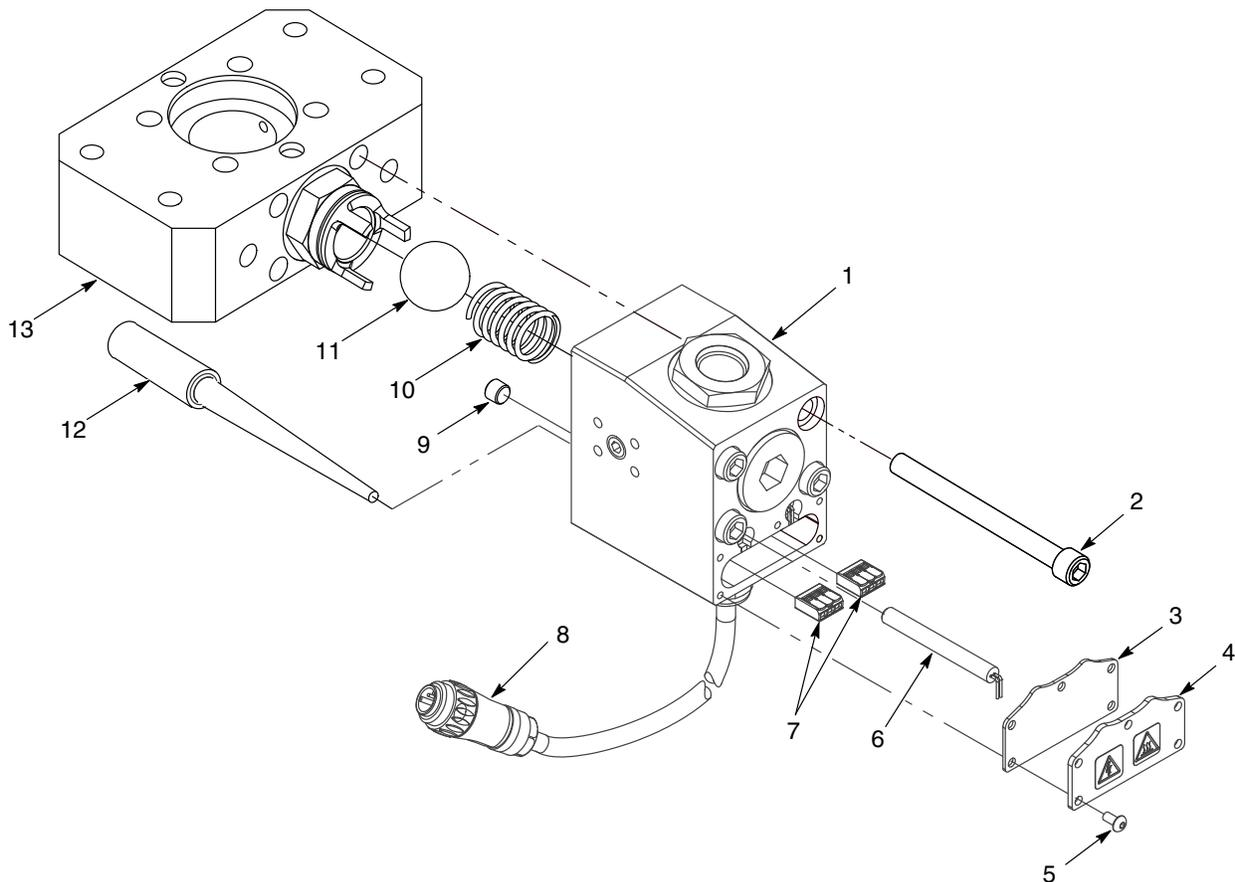

Figure 4 Remplacement d'une cartouche chauffante type (*distributeur à clapet anti-retour illustré*)
Voir la Figure 4.
2. Débrancher le connecteur du cordon (8) de la source d'alimentation.
**REMARQUE : Distributeurs à clapet anti-retour seulement :** Lors de la dépose d'un distributeur à clapet anti-retour de la section hydraulique, la bille (11) et le ressort (10) peuvent tomber. Le manipuler avec précaution pour éviter d'endommager ces pièces.
3. Retirer les vis (2) qui fixent le corps du distributeur (1) à la section hydraulique (13).
4. Retirer les vis (5) qui fixent le couvercle (4) et le joint plat (3) au corps du distributeur (1).
5. Tirer avec précaution les connecteurs à 3 fils (7) hors du corps du distributeur (1). Débrancher la cartouche chauffante (6) comme illustré à la Figure 4.
6. Retirer le bouchon de tube (9) de l'arrière du corps du distributeur (1).
7. Pousser la cartouche chauffante (6) par l'arrière hors du corps du distributeur à l'aide d'un poinçon (12). Retirer la cartouche chauffante.
1. Appliquer de la pâte thermique sur le diamètre extérieur de la cartouche chauffante (6) neuve et sur le diamètre intérieur du logement de la cartouche chauffante. Insérer la cartouche chauffante dans le corps du distributeur (1).
2. Rebrancher les fils de la cartouche chauffante (6) aux connecteurs à 3 fils (7) comme illustré dans la Figure 4. Insérer avec précaution les connecteurs à 3 fils dans le du corps du distributeur (1).
3. Remonter le joint plat (3) et le couvercle (4) à l'aide des vis (5). Serrer les vis à un couple de 60-75 in.-lb (6,8-8,5 N•m).
4. Remonter le corps du distributeur (1) sur la section hydraulique (13) :
- a. **Distributeurs à clapet anti-retour seulement :** Remonter le ressort (10) et la bille (11) s'ils ont chuté hors du corps lorsque le distributeur a été retiré de la section hydraulique.
- b. Appliquer du Never-Seez sur les filets des vis (2). Remonter le distributeur sur la section hydraulique à l'aide des vis. Serrer les vis à 50-55 ft-lb (67,8-74,6 N•m).
5. Rebrancher le connecteur du cordon (8) à la source d'alimentation.